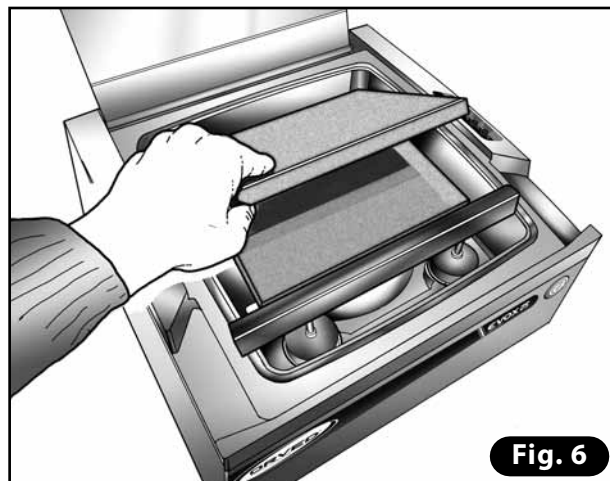

Fig. 6
- 4) Rimuovere i ripiani in PE dalla vasca (**Fig. 6**).